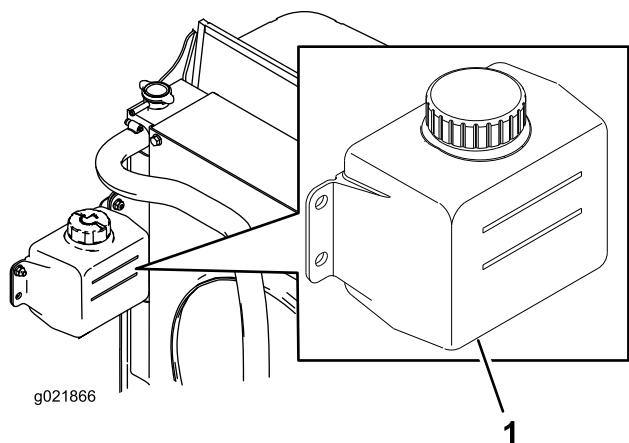

Figura 67
1. Verifique o nível de líquido de arrefecimento do depósito secundário (Figura 67).